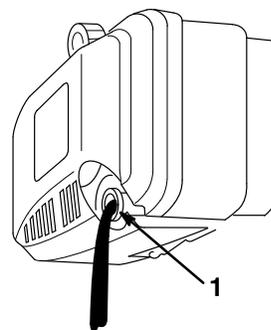

Figure 16
5. Basculer la tondeuse du côté gauche et laisser l'huile s'écouler dans le bac de vidange (Fig. 16).